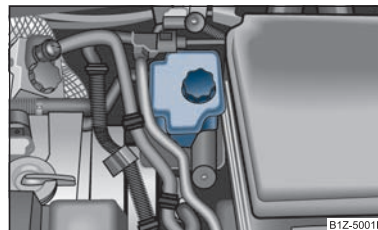

Fig. 125 Vano motore: serbatoio del liquido freni
- Controllare il livello del liquido freni sul serbatoio ⇒ pag. 137, fig. 125. Il livello deve essere compreso tra le tacche "MIN" e "MAX".